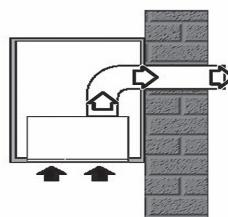

Rys. 3
- Przyłożyć urządzenie do dolnej płyty wiszącej szafki mebli kuchennych. Skontrolować zgodnie z Rys. 3 minimalną, wymaganą wysokość montażową urządzenia (650 mm dla elektrycznych i 750 mm dla gazowych płyt grzewczych).